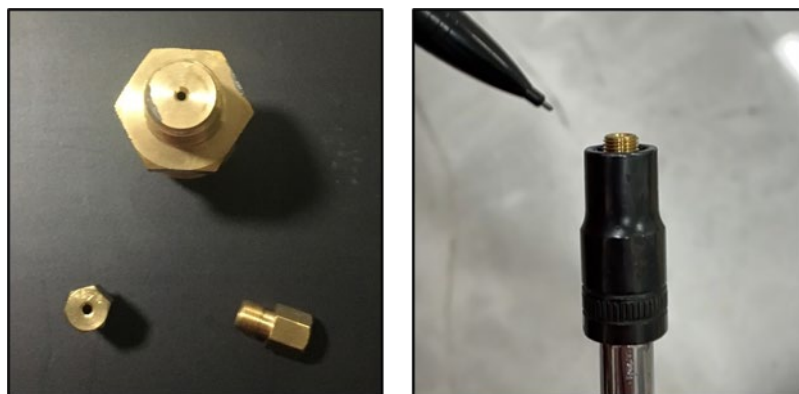

Ilustración 29 Kit de conversión de gas
El proceso de conversión (cambio de orificio) es el mismo para cualquier gas. Cualquiera que sea el gas para el que esté diseñada su plancha, se suministra con un kit de conversión (Ilustración 29 a la izquierda) para permitir el cambio a otro tipo de combustible. El cliente debe proporcionar la entrada de GLP o el regulador de GN (4" de columna de agua, puertos de 1/2").
- Utilice una toma de poca profundidad para asegurarse de que hay suficientes roscas expuestas para poder arrancar (Ilustración 29, derecha).